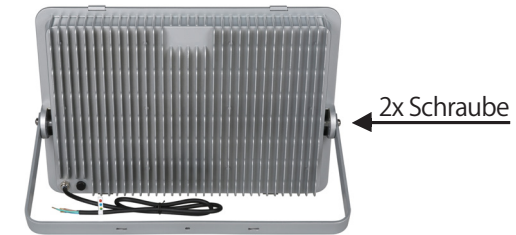

Bild 1
1. Die 2 Schrauben (Bild 1) lösen, die Unterlegscheiben und Zahnscheiben entfernen und den Halter abnehmen.